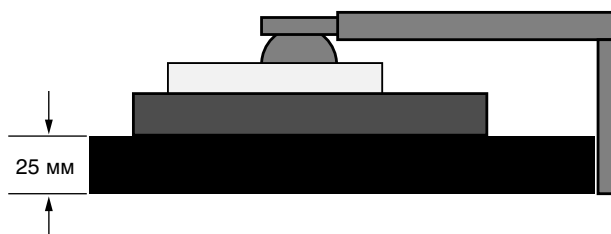

Рисунок S.1
3. Положите монитор экраном вниз на неабразивную поверхность. (Поместите экран на 25-мм платформу так, чтобы подставка была параллельна поверхности платформы) (**Рисунок S.1**).